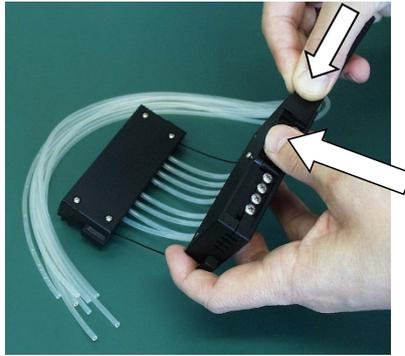

Abbildung 5-50. Einsetzen der Abdeckung auf die Kalibrierschrauben
15. Setzen Sie die Abdeckung der Kalibrierschraube leichter ein, indem Sie den oberen Abdeckung leicht anheben oder biegen (Abbildung 5-50).